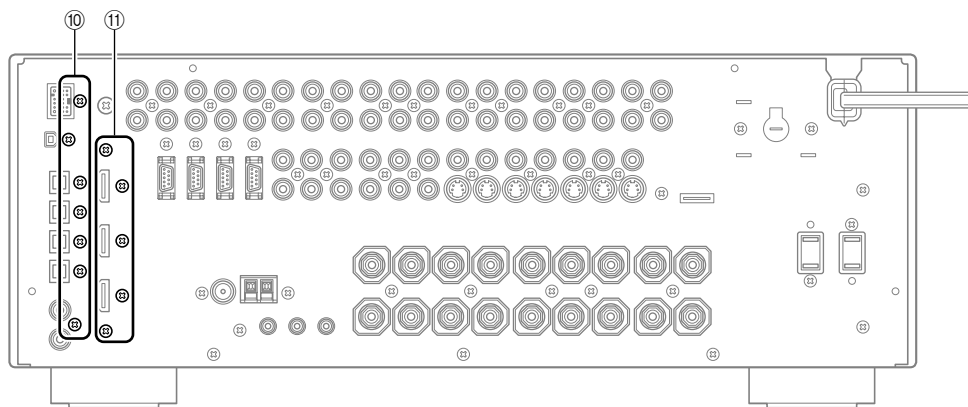

Fig. 3
- c. Remove 7 screws (⑩). (Fig. 3)
- f. Remove 5 screws (⑪). (Fig. 3)
- c. ⑩のネジ7本を外します。(Fig. 3)
- f. ⑪のネジ5本を外します。(Fig. 3)